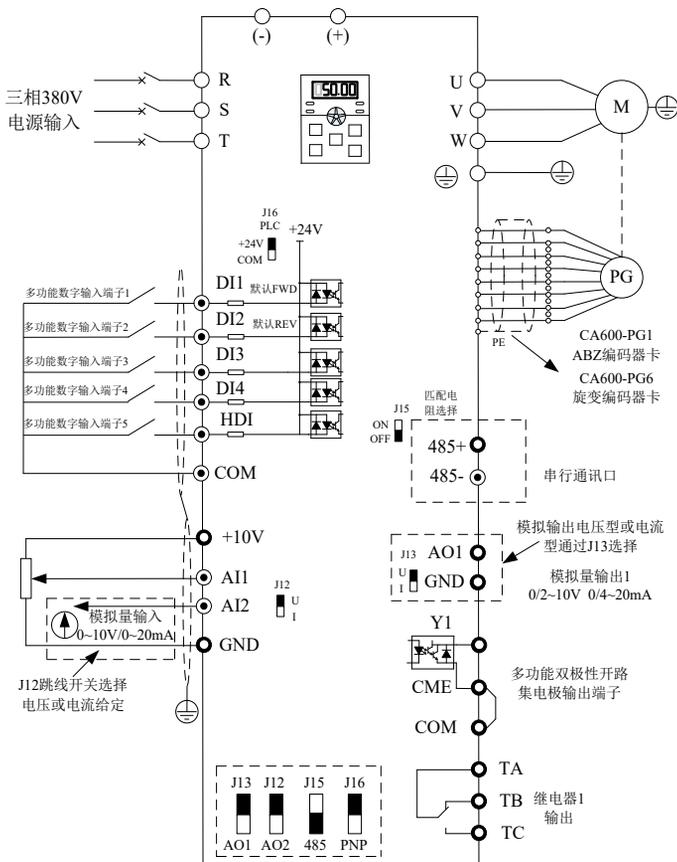

图 3-2 ZABHK380-4T-18.5-200KW 变频器接线示意图
- 1) 请垂直安装变频器，便于热量向上散发。但不能倒置。若柜内有较多变频器时，最好是并排安装。在需要上下安装の場合，请参考图3-2的示意，安装隔热导热板。